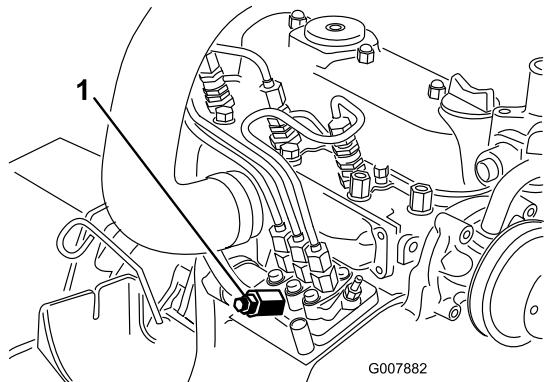

Figura 45
- Coloque un trapo debajo del tornillo de purga de aire de la bomba de inyección de combustible, y abra el tornillo (Figura 45).